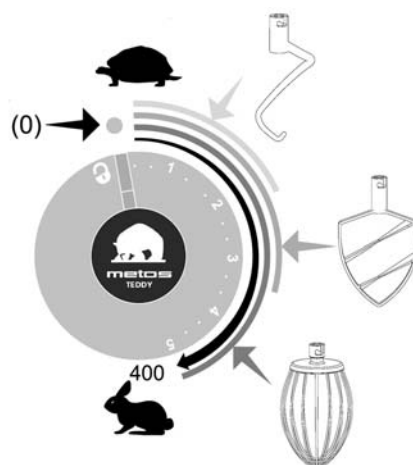

Bild 4. Rekommenderade arbetshastigheter
- G. Starta maskinen genom att vrida betjäningsskruven bort från låssymbolen och förbi 1. För att undvika stänk och mjöldamm, rekommenderar vi att man gradvis ökar hastigheten till önskad hastighet (bild 1c.), (se bild 4 för rekommenderade arbetshastigheter).